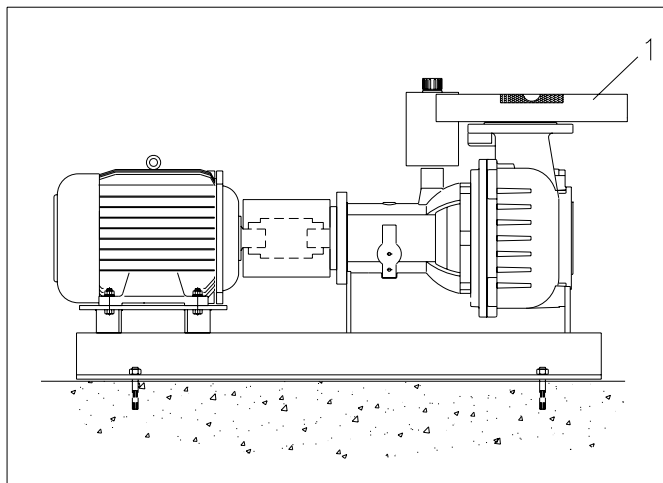

Fig. 7.2
- het bovenvlak van de persflens waterpas staat zie fig. 7.2 pos 1.